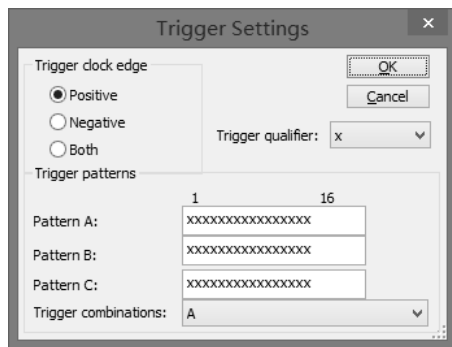

图 4.6.19 Trigger Settings (触发设置)”对话框
(5) 触发设置区：用来设定触发方式。单击“Set...”按钮，弹出“Trigger Settings (触发设置)”对话框，如图 4.6.19 所示。